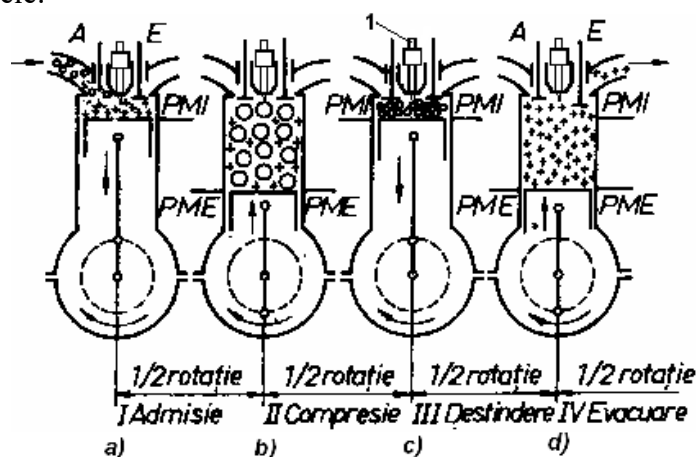

Fig. 1 – Schema de funcționare a MAC, în patru timpi
- *timpul I – admisia aerului în cilindru* (fig. 1,a) este de două feluri: normală și forțată. *Admisia normală* are loc datorită depresiunii create (0,8 – 0,95 bar) prin deplasarea pistonului de la PMI spre PME, iar *admisia forțată* are loc când aerul pătrunde în cilindru sub acțiunea unei suflante care îl comprimă în prealabil, asociată cu deplasarea pistonului de la PMI spre PME. Admisia începe când se deschide supapa de admisie cu avans față de PMI și se termină când se închide supapa de admisie cu întârziere față de PME;
- *timpul II – comprimarea aerului* (fig. 1,b) se realizează prin deplasarea pistonului de la PME la PMI când ambele supape sunt închise. Ca urmare, presiunea aerului crește și spre sfârșitul compresiei, cu avans față de PMI, se injectează motorina la o presiune de 120 – 230 bar de către o pompă de injecție și un injecteur 1. Particulele fine de motorină împreună cu aerul formează amestecul carburant, care se autoaprinde (la cca. 300°C) și arde. Rezultă gaze cu presiune mare și temperatură ridicată;
- *timpul III – detenta (destinderea) gazelor de ardere* (fig. 1,c) este timpul motor când se produce lucrul mecanic. Forța de presiune a gazelor rezultate prin ardere (supapele fiind închise) împinge pistonul de la PMI spre PME;
- *timpul IV – evacuarea gazelor arse* (fig. 1,d) se desfășoară în două etape: